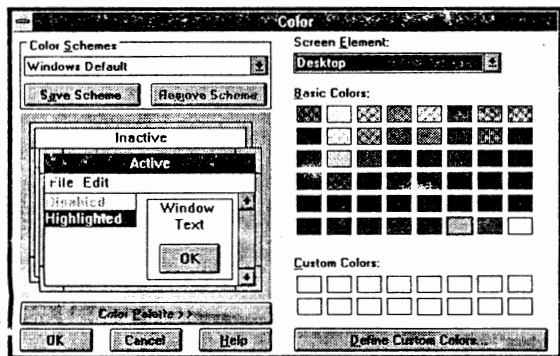

图5 Color 对话框
(1) 选取 Windows 系统配色方案 如图5所示, Color Schemes 下拉式列表框含有二十余种系统本身所提供的配色方案, Windows Default 为当前默认颜色图案。用户打开下拉列表框可任意选取一种配色方案
(2) 自己生成配色方案(a) 若用户对 Color Schemes 所含有的配色方案都不满意,则可单击 Color Palette >> 生成自己的配色方案。如图5所示, Screen Element 下拉式列表框含有屏幕窗口组成元素,这些元素的颜色都可以人为地修改。Basic Colors 则含有一组颜色任选项,在 VGA 颜色系统中有48种颜色可供选择。下面以一实例说明如何生成自己的配色方案:
(3) 自己生成配色方案(b) 若用户对上面 Basic Colors 的颜色都不满意,可单击 Define Custom Colors ... 定义自己喜欢的颜色。如图5 Costom Colors 所示。Windows 允许增加16种用户定制的颜色,这16种颜色是由用户通过混合红、绿、蓝三基色来定义的。利用鼠标定义用户定制的颜色时,可以调整两个指针——大方格中的十字瞄准光标(控制颜色的色调和饱和度)和垂直标尺右边的箭头(控制颜色亮度), Windows 在 Custom Color Selector 窗口下角的方框中显示所调制颜色的样本。当发现喜爱的颜色后,可以通过单击 Add Color 按钮,将它加到 Custom Color 调色板中,供用户以后使用。
5. Desktop 利用本对话框可设置工作台面。所谓“工作台面”指的是 Windows 屏幕中位于实际窗口和像标以外的部分,它是窗口生成或工作时的背景区域。Desktop 对话框示例图请见第三期图5。